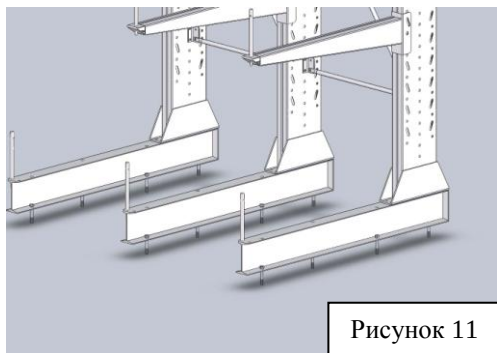

Рисунок 11
7. Основание стеллажа поз. 5 или 6 (таблица 1) закрепить к полу анкерными болтами (входящими в комплект) в специальные отверстия на основании стеллажа (рисунок 11).